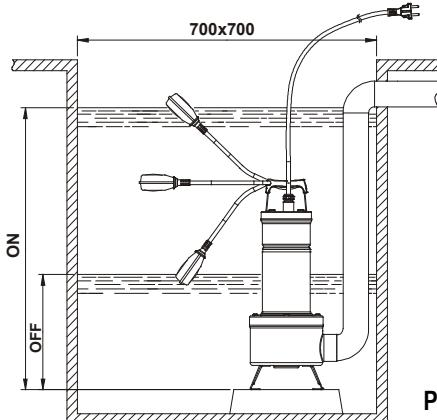

Рис.1
- 4.1 У разі, якщо на дні колодязя, в якому повинен працювати насос, у великий кількості присутній мул, то необхідно передбачити стійку для монтажу насоса, щоб уникнути засмічення решітки всмоктування (**Рис.1**).
- 4.4 Для моделей оснащених поплавковим вимикачем, необхідно перевірити, щоб він не був заблокований (**ДІВИТИСЯ Пункт Регулювання поплавкового вимикача**). Необхідно передбачити мінімальні розміри колодязів, як зазначено на **Рис.1**. Необхідно завжди розраховувати розміри колодязя відповідно наявного обсягу води та витраті насоса таким чином, щоб не піддавати двигун надмірно частим запускам.